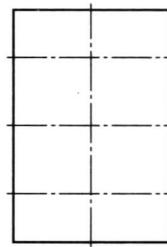

图 2-4 辅助平行线
(2) 单击“层”工具栏，切换到“中心线层”，单击绘图工具栏中的“平行线”按钮//，单击立即菜单1切换到“偏移”方式，单击立即菜单2切换到“双向”方式，输入偏移距离为35，如图2-4所示。